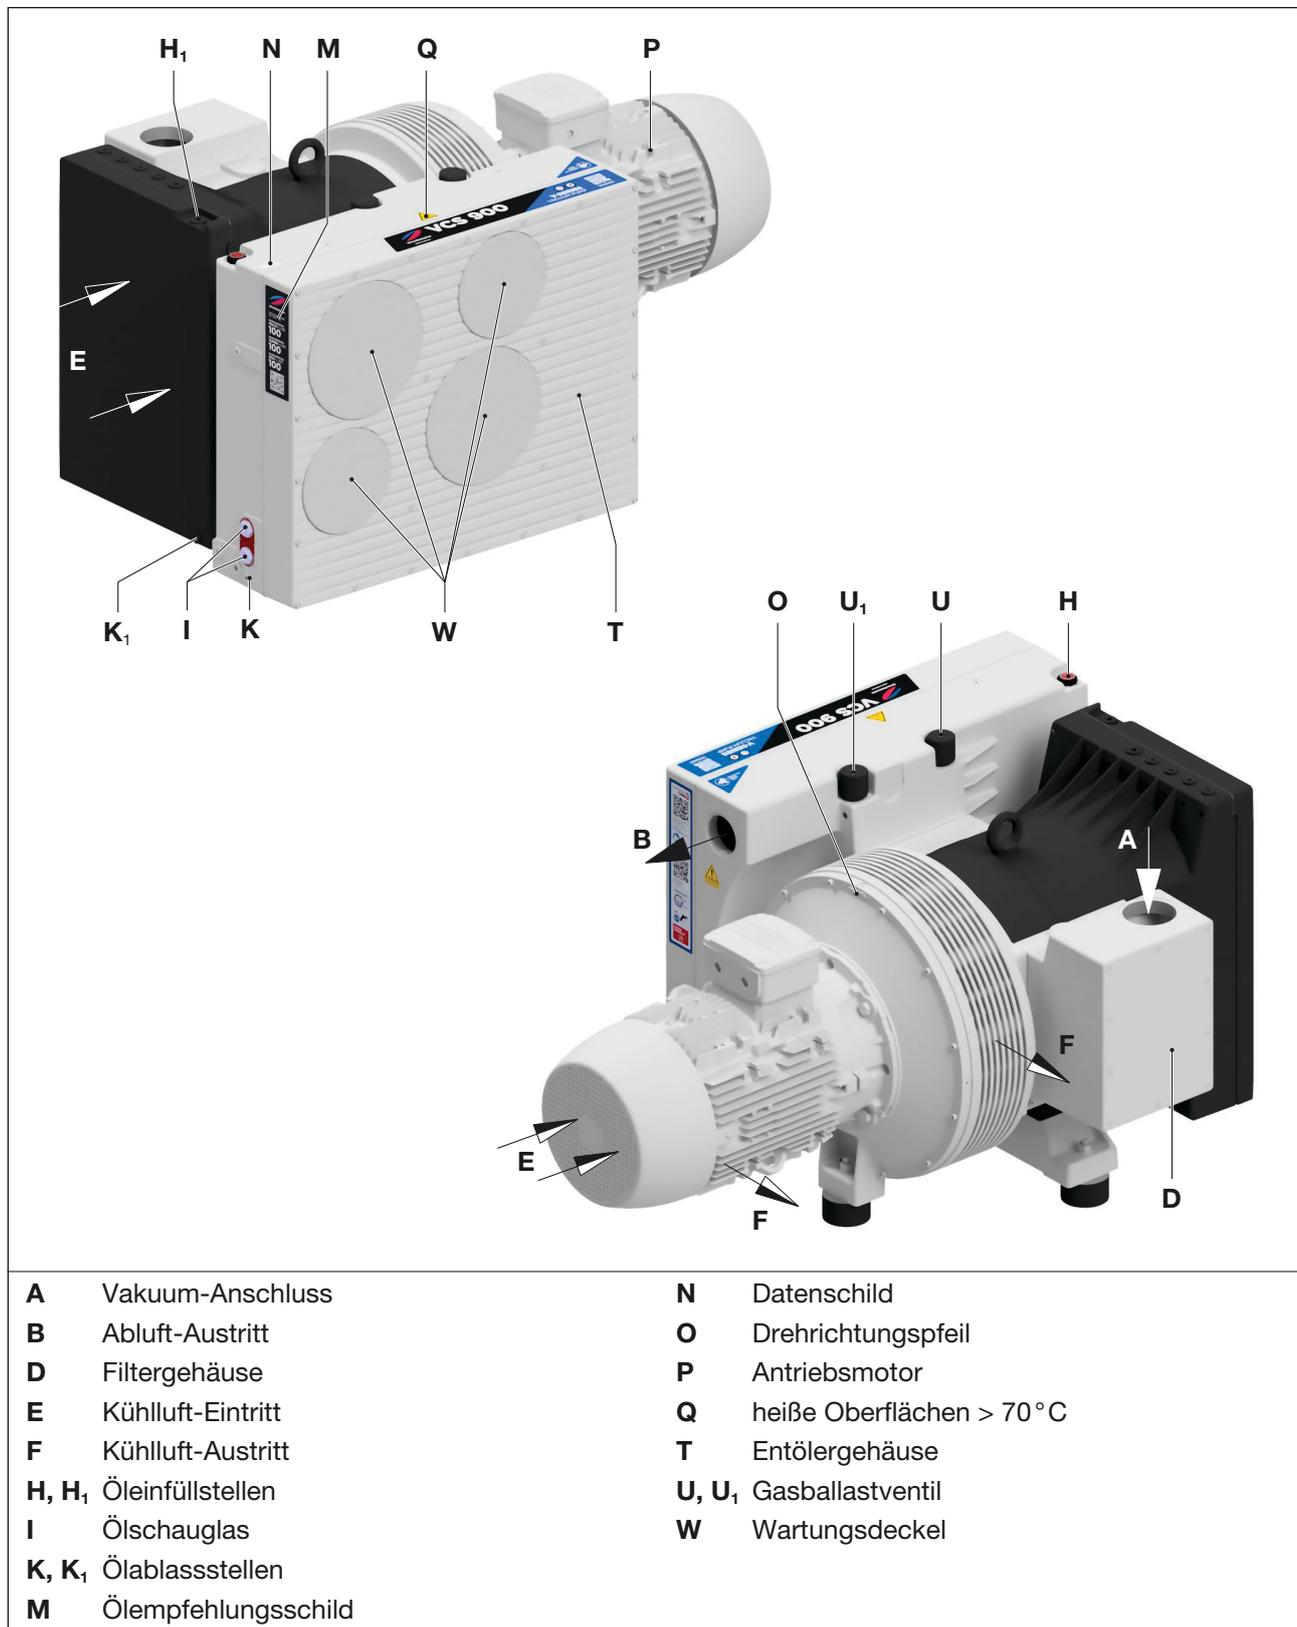

Abb. 2 Vakuumpumpe V-VCS 400–900
- Filtergehäuse (Abb. 2/D), Öleinfüllstellen (Abb. 2/H, H₁), Ölschauglas (Abb. 2/I), Ölablese (Abb. 2/K, K₁), Gasballast (Abb. 2/U) und Entölergehäuse (Abb. 2/T) müssen leicht zugänglich sein.
Der Vakuumananschluss (Abb. 2/A) befindet sich auf dem Filtergehäuse (Abb. 2/D).
- a) Blindstopfen an Sauganschluss (Abb. 2/A) und Abluftaustritt (Abb. 2/B) entfernen.
- b) Rohrleitung an Vakuumananschluss (Abb. 2/A) anschließen.
- c) Die abgesaugte Luft kann durch den Abluftaustritt (Abb. 2/B) ausgeblasen oder mittels Schlauch- bzw. Rohrleitung weggeführt werden.